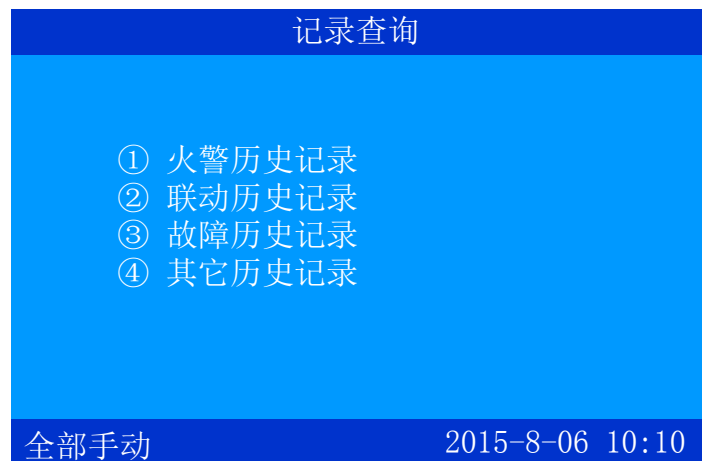

图 4-2
- 2、在菜单界面下, 用数字键直接输入与菜单项对应的数字编号, 即可选中此菜单项, 并进入该菜单界面。例如: 要查联动历史记录信息, 先按下“菜单”键, 进入主菜单界面后按数字键“2”即可进入“记录查询”项, 再按数字键“2”查询相关信息(如图 4-2, 4-3 所示)。